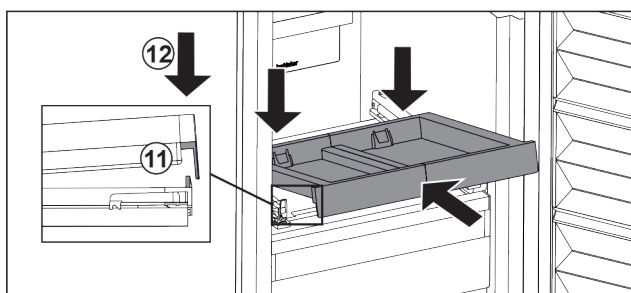

Fig. 173
- ▶ Šikmo zasuňte. Dbejte, aby byl na obou stranách doraz za západkou. Fig. 173 (11)
- ▶ Usadte vpředu vysouvací přihrádku. Fig. 173 (12)